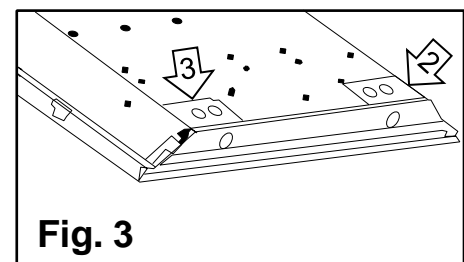

Fig. 3
6. Retirez le couvercle du câble (n° 2) située à l'arrière de le luminaire. Localiser les **fil noir d'alimentation** et **fil blanc d'alimentation** avec **connecteur rapide** (**Fig. 3**).
9. Retirez le couvercle du câble (n° 2) située à l'arrière de le luminaire. Localiser les **fils de gradation du luminaire violet (+)** et **gris (-)** (**Fig. 3**).
10. Enlever une **entrée** dans la **plaque d'accès** (n° 3). (**Fig. 3**)